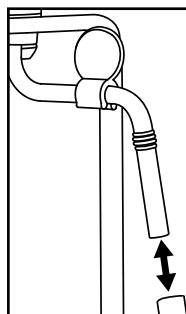

Figure 3
- 1) Tenez un récipient vide sous le mousseur à lait ⑩.
- 2) Juste après utilisation, tournez le régulateur de vapeur ⑦ sur «+» et laissez s'échapper la vapeur quelques secondes.
- 3) Fermez le régulateur de vapeur ⑦ (tournez jusqu'à la butée dans le sens «->»), arrêtez l'appareil et débranchez la fiche secteur.
- 5) Retirez la gaine du mousseur à lait ⑩ (figure 3) et la nettoyer soigneusement à l'eau chaude.
- 7) Glissez à nouveau la gaine sur la buse (figure 3).